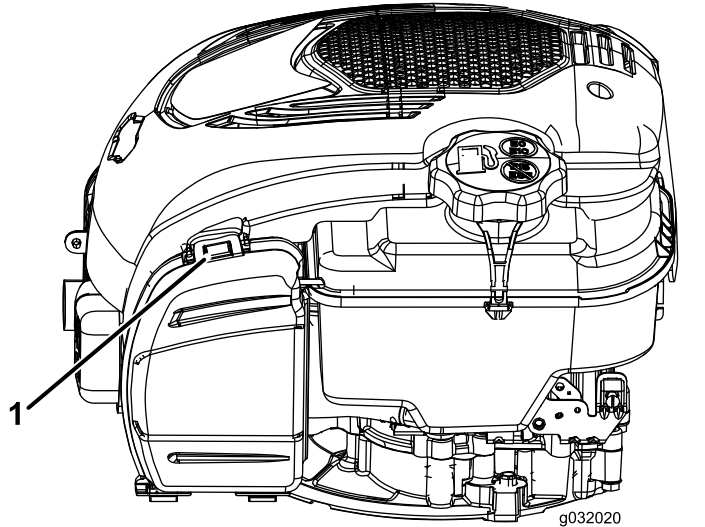

Рисунок 19
1. Потяните выступ на себя, чтобы открыть крышку воздушного фильтра (Рисунок 19).